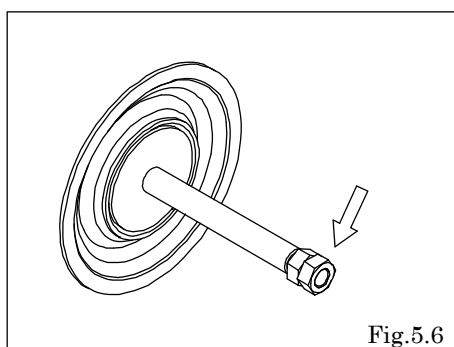

Fig.5.6
- ダブルナットを使用して反対側のセンターディスク（外側）を外しセンターロッドからセンターディスク（内側）、ダイアフラムを取り外す。[Fig.5.6]